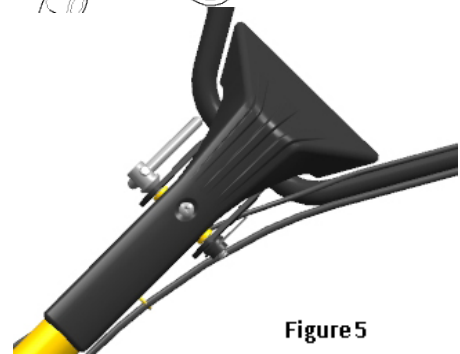

Figure 5
**Примітка:** Перед регулюванням висоти стійки рукоятки, встановіть агрегат на пласку горизонтальну поверхню, щоб не допустити випадкового падіння. Ослабте регулятор рукоятки та виберіть отвір у потрібному місці. Потім відрегулюйте таким чином, щоб поперечина рукоятки перебувала на висоті талії користувача, потім поверніть регулятор рукоятки, щоб її затягти (див. Рис.5).